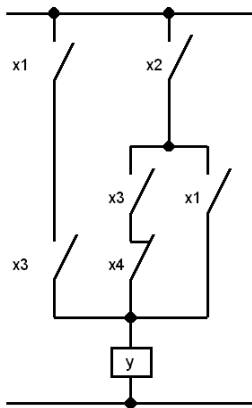

Bild 1
a)	Wie lautet die Schaltfunktion zu dem Stromlaufplan nach Bild 1 ?
b)	Vervollständigen Sie die Wahrheitstabelle für den Stromlaufplan nach Bild 1